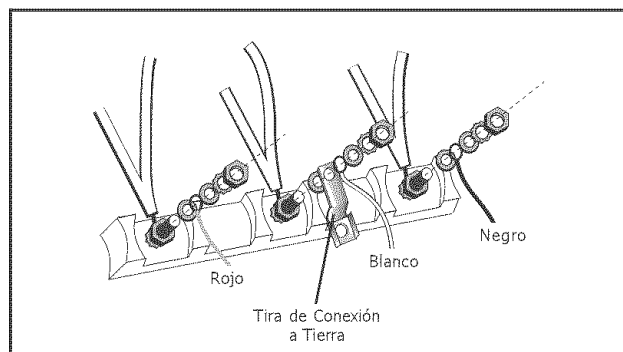

Figura 7
4. Fije el cable blanco, la arandela redonda, la arandela de estrella y la tuerca EN ESTE ORDEN en la parte superior de la tira a tierra sobre el poste central. NO quite la tira de tierra. (Vea Figura 7).
6. Fije el cable negro, la arandela redonda, la arandela de estrella y la tuerca EN ESTE ORDEN al poste derecho (Vea Figura 7).